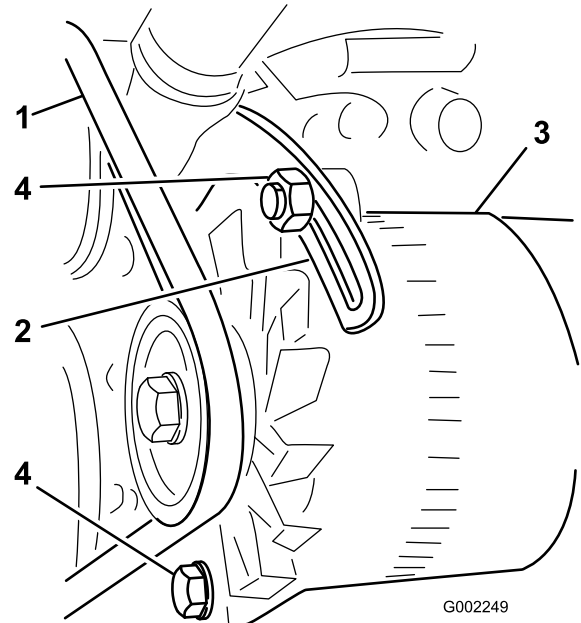

Figure 74
3. Desserrez les boulons de fixation du renfort au moteur et le boulon de fixation de l'alternateur au renfort (Figure 74).